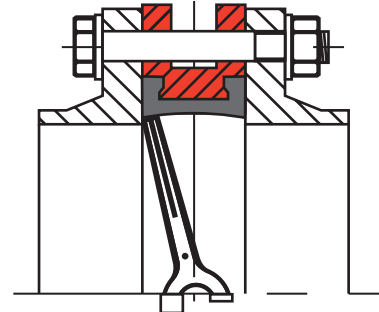

Рис. 1. Неправильно
- Использование фланцев с внутренним диаметром меньше номинального диаметра заслонки может привести к блокировке диска, что в свою очередь вызовет серьезное повреждение диска поворотного затвора (Рис. 1).